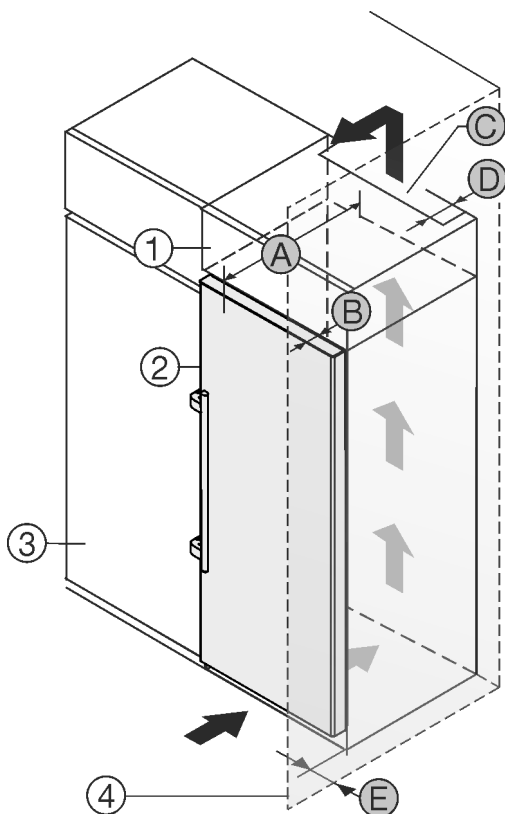

Fig. 2
Můžete přístroj nainstalovat přímo vedle kuchyňské skříňky Fig. 2 (3).*
Na zadní straně nástavné skříňky musí být větrací šachta hluboká Fig. 2 (D) přes celou šířku nástavné skříňky.*
Pod stropem místnosti musí být dodržen ventilační průřez Fig. 2 (C).*
Když přístroj instalujete závěsy vedle stěny Fig. 2 (4), musí být vzdálenost mezi přístrojem a stěnou minimálně 57 mm . To odpovídá přesahu madla při otevřených dvířkách.*
Aby bylo možné dvířka plně otevřít, musí přístroj přesahovat o hloubku dvírek Fig. 2 (B) vůči přední linii kuchyňské skříňky. V závislosti na hloubce kuchyňských skříněk Fig. 2 (3) a použití vymezovačů odstupu od stěny může přístroj vyčnívat dále.*